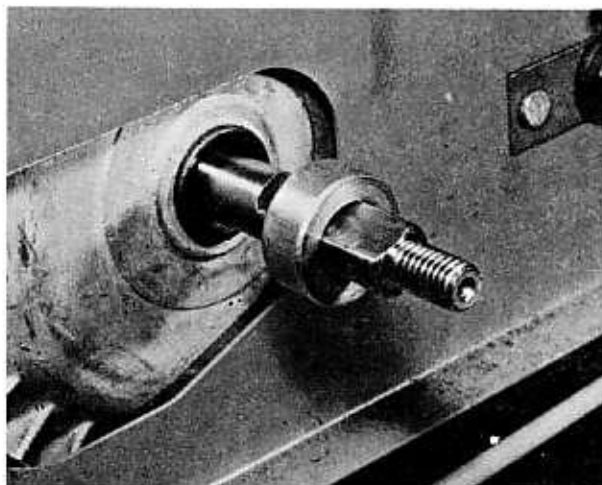

Bild 69
- Beim Abziehen des Reglers vom Kurbelwellenstumpf darauf achten, dass er nicht auseinandergezogen wird und die Rollen herausfallen. Dann können der Keilriemen, die Innenhälfte der Riemenscheibe und die Distanzbüchse abgenommen werden (Bild 69).